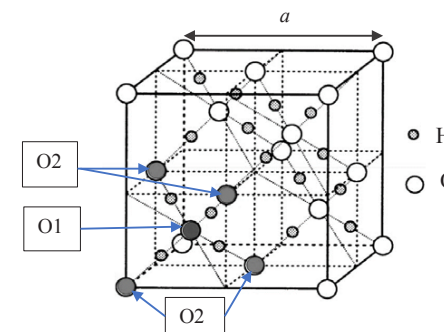

Figure 5 - Structure de la glace.
- Q24.** Il existe plusieurs variétés allotropiques de glace. Dans les cristaux de glace « de type diamant », il y a un arrangement régulier des molécules d'eau qui est représenté sur la **figure 5**. Les atomes d'oxygène occupent les positions du réseau cubique à faces centrées ainsi qu'un site tétraédrique sur deux de ce réseau. Sur la **figure 5**, l'oxygène O1 (en noir) occupe un site tétraédrique entouré par les quatre oxygènes O2 (en gris) formant un tétraèdre régulier.
Entre l'oxygène du centre et un oxygène du sommet se trouve un hydrogène qui n'est pas à égale distance des deux oxygènes car il est engagé avec l'un dans une liaison de covalence (distance $d_1 = 96 \text{ pm}$) et avec l'autre dans une liaison hydrogène (distance $d_2 = 180 \text{ pm}$). En déduire la longueur de l'arête a , de la maille, représentée **figure 5**.